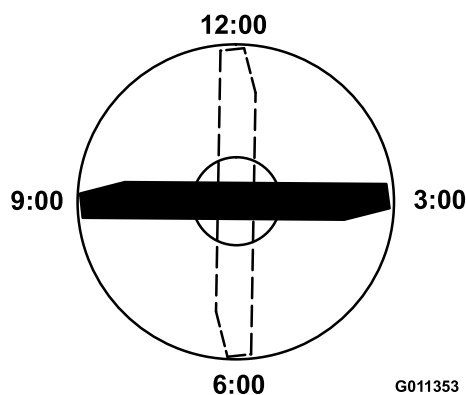

Рисунок 62
- Установите режущую кромку отмеченного конца ножа в положение «12 часов» (строго прямо по направлению скашивания) (Рисунок 62) и измерьте высоту от стола до режущей кромки ножа.
- Поверните отмеченный конец ножа в положения «3 часа» и «9 часов» (Рисунок 62) и измерьте значения высоты.